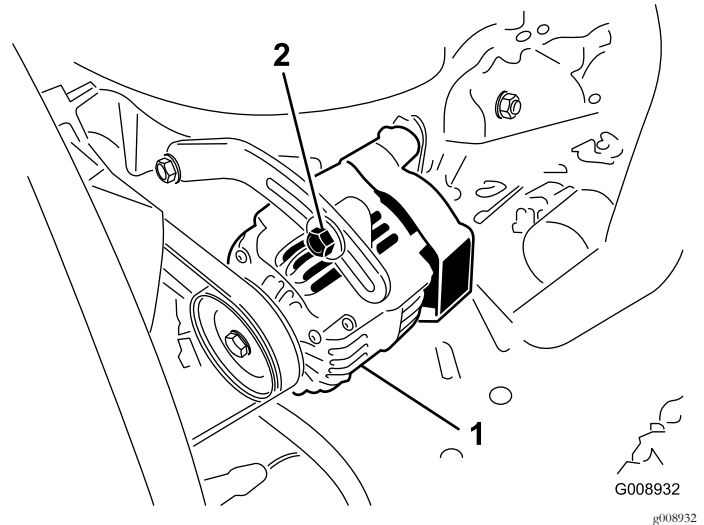

Figura 50
2. Si la desviación no es de 10 mm, afloje los pernos de montaje del alternador (Figura 50).